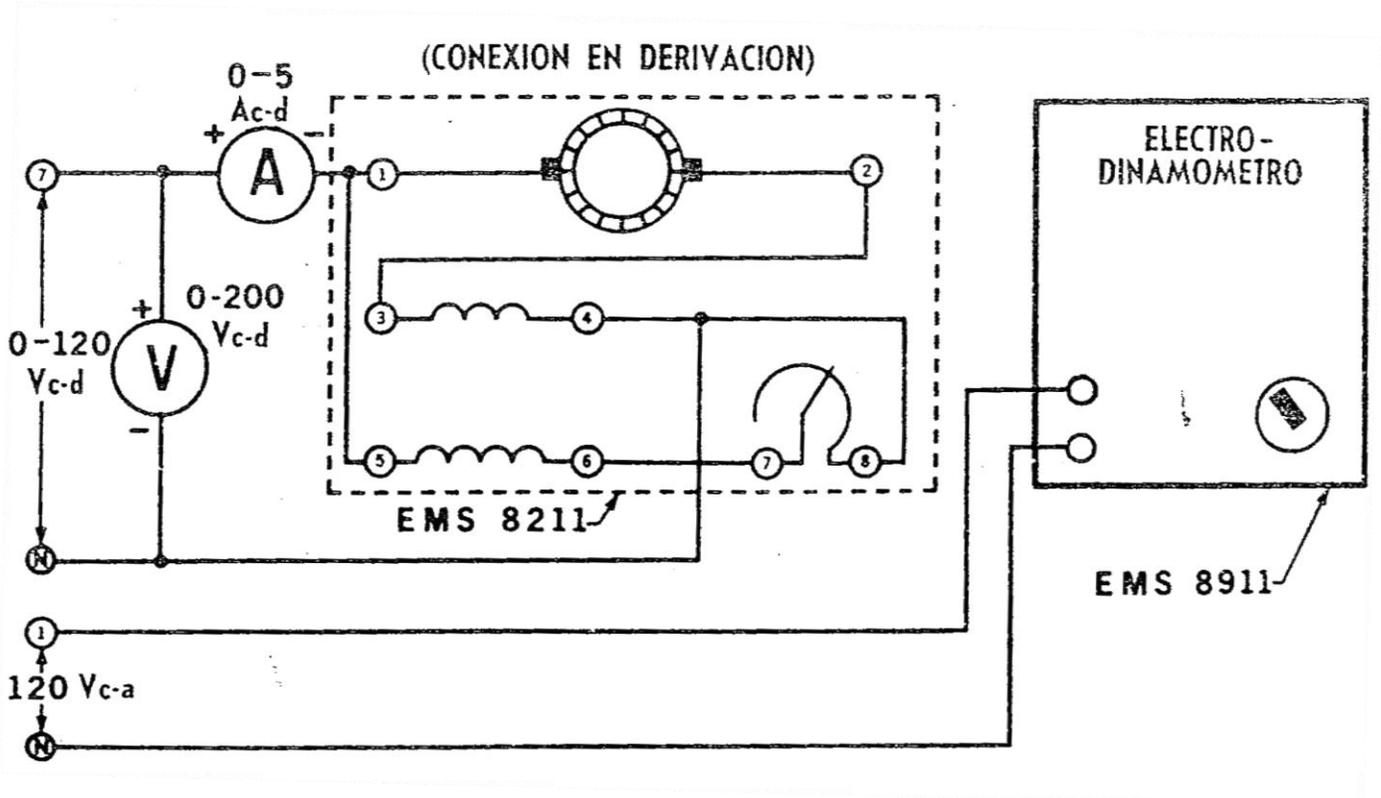

Figura 5-2.
4. El campo en derivación debe conectarse en serie con el reóstato y a las terminales 1 y 4, como se indica en la **Figura 5-2**.